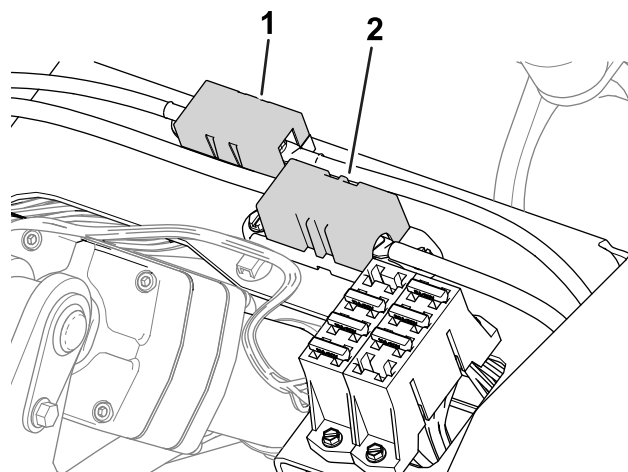

Figura 61
- Los fusibles del generador (100 A) y el motor de la rueda derecha (60 A) están situados debajo del asiento (Figura 61).